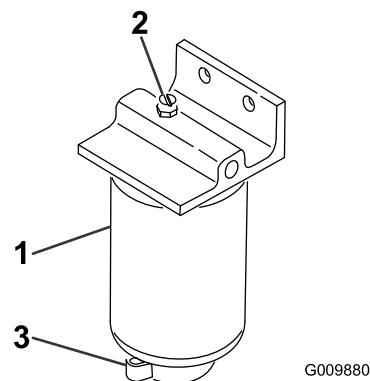

Рисунок 65
2. Открутите сливной кран в днище стакана фильтра (**Рисунок 65**).
1. Очистите область крепления стакана фильтра (**Рисунок 65**).